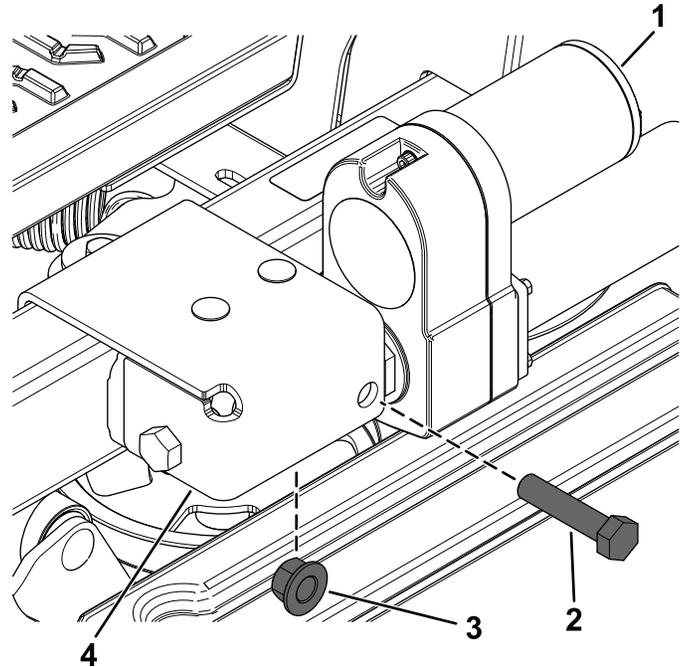

Bild 21
3. Befestigen Sie den Aktor an der äußeren Aktorhalterung mit einer Bundkopfschraube ($\frac{1}{2}$ " x $2\frac{1}{4}$ ") und einer Sicherungsmutter ($\frac{1}{2}$ "), wie in Bild 21 dargestellt.